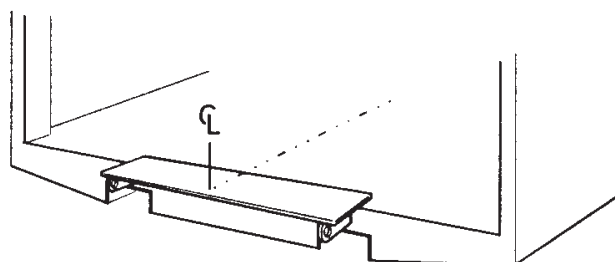

Imagen 19. Atornillar o soldar por puntos el accesorio de montaje en la barra trasera N.º de ref. 72650TL para ZHD 3000
2. Atornillar o soldar por puntos el accesorio de montaje en la barra trasera, de modo que cada punto central coincida. Véase Imagen 19. N.º de ref. 72650TL para ZHD 3000.